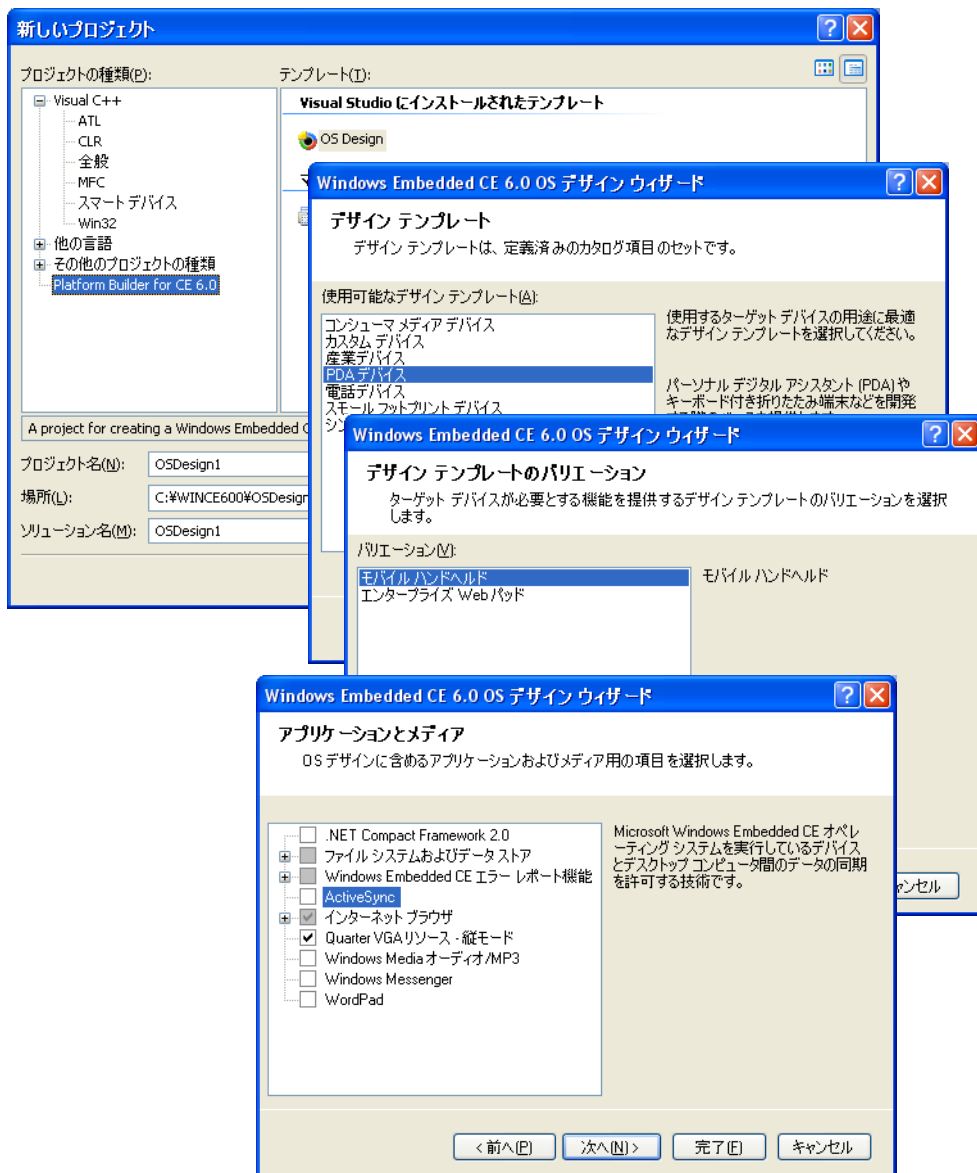

図 1-8 PDA デバイスの OS デザインを作成する
6. ウィザードの次のページで .NET Compact Framework 2.0 と ActiveSync のチェックをオフにします (図 1-8)。☐ [インターネット ブラウザ] と ☐ [Quarter VGA リソース - 縦モード] のチェックはオンのままにしておきます。